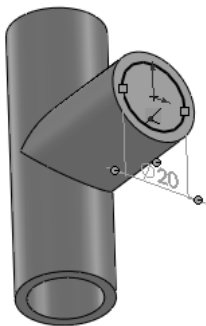

图 4-170 绘制拉伸切除轮廓
⑪ 新建草图。选择生成的凸台面，单击“草图”控制面板中的“草图绘制”按钮, 在其上新建一张草图。
⑫ 绘制拉伸切除轮廓。单击“草图”控制面板中的“圆”按钮, 以原点为圆心，绘制一个直径为 20mm 的圆作为拉伸切除的轮廓，如图 4-170 所示。